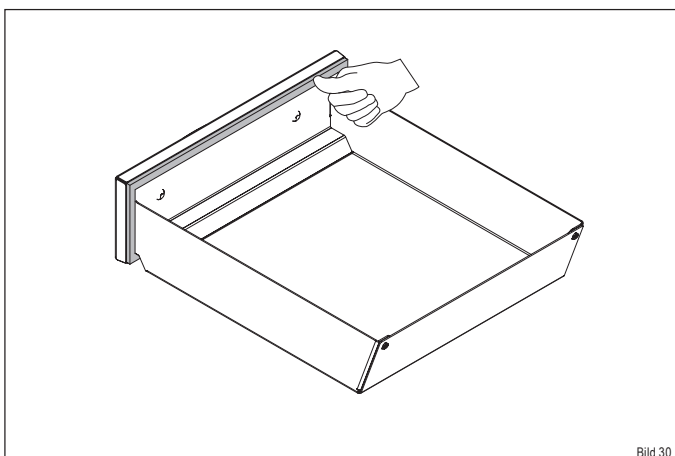

Bild 30
- ▶ Drücken Sie die neue Dichtung gleichmäßig in die Führung des Aschebehälters (Bild 30).